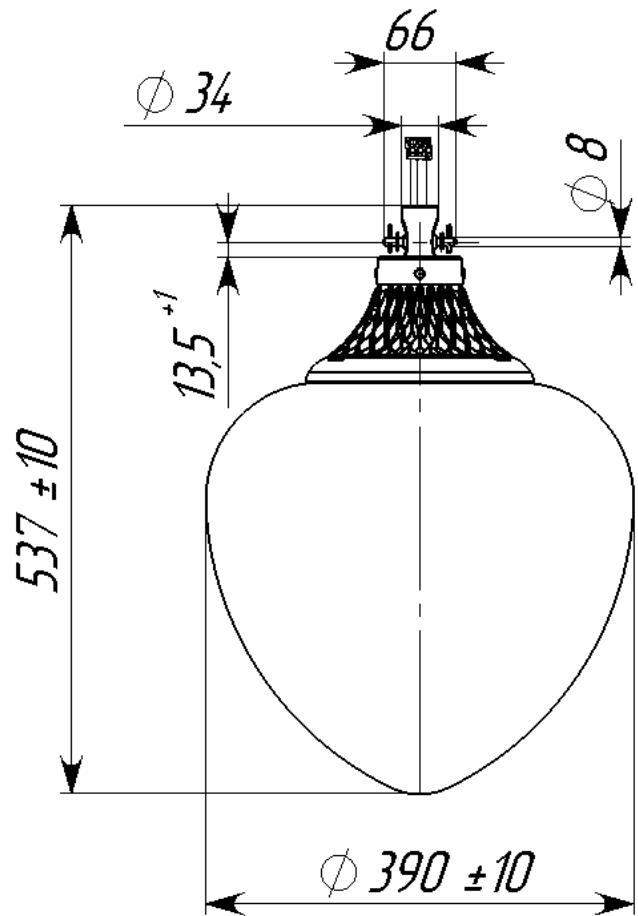

Рисунок 2
2.1 Светильники подвесные серии GALAD Капля LED-40 (Рисунок 2) предназначены для функционально-декоративного освещения парков, скверов, бульваров, зон отдыха, территорий микрорайонов, коттеджных поселков.